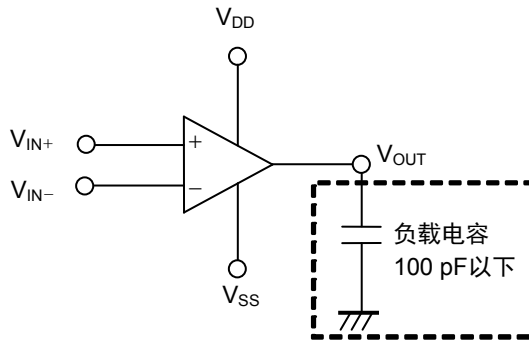
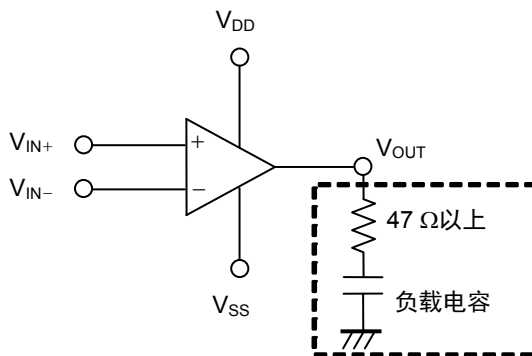

图12
图13
- 如**图12**所示，即使在本IC的输出端子上直接连接100 pF以下的负载电容，依然可以稳定工作。连接了大于100 pF的较大负载电容时，如**图13**所示，请连接47 Ω以上的电阻。另外，为防止噪音要连接过滤器时，如果连接了大于100 pF的负载电容时，则如**图14**所示，需要连接47 Ω以上的电阻。